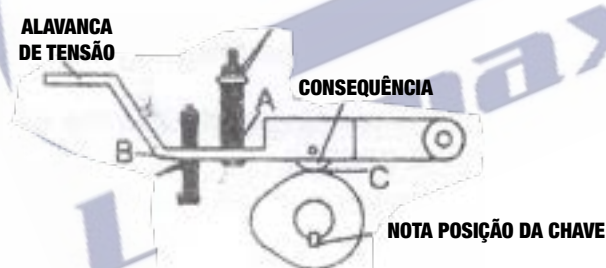

FIGURA 23. AJUSTE DA ALAVANCA DE TENSÃO
1. Gire manualmente o rotor da embreagem eletromagnética até que a chaveta, vista na ponta do eixo do came, esteja posicionada conforme mostra a Figura 23.